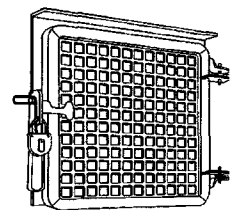

Abb. 6
7. Falls Kellerfenster vorhanden. Sie besitzen Gitter oder Stahllochblenden bzw. die Kellerschachtroste sind gegen Abheben gesichert ( Abb. 6 und 7).  ja  nein  wird angebracht